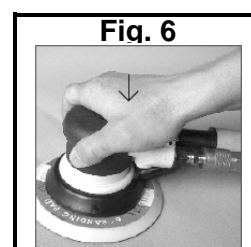

Fig. 6
8. Pour commencer le travail, tenez l'outil d'une main et appuyez sur le déclencheur avec la paume de votre main. (fig.6) **Remarque** : Vous pouvez régler la vitesse en tournant le régulateur.